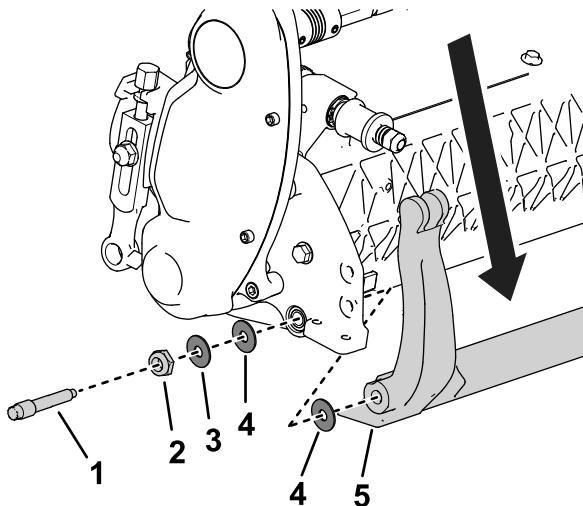

Рисунок 20
- На каждой стороне машины ослабьте контргайку, показанную на Рисунок 20.
- Отверните каждый болт планки неподвижного ножа, чтобы можно было потянуть планку вниз и снять ее с режущего блока (Рисунок 20).
- Помните о наличии 2 пластмассовых и 1 стальной шайбы с каждой стороны планки неподвижного ножа (Рисунок 20).